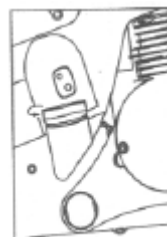

Fig. 4
- III. Retirer le bouchon du réservoir de carburant avec soin afin de laisser toute pression bloquée dans le réservoir s'échapper doucement. (Réf.Fig.4)